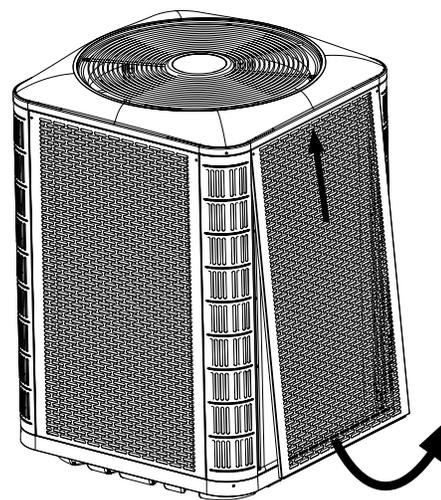
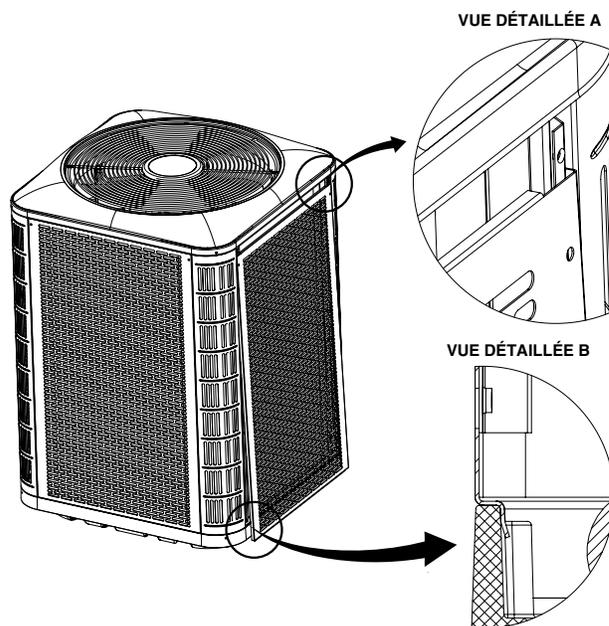

Figure 2. Désassemblage du panneau
Figure 3. Installation du panneau
- Pour accéder aux composants internes de l'appareil, reportez-vous à la Figure 2, \(page 8\) pour désassembler le panneau et la Figure 3, \(page 8\) pour installer le panneau.
2. Glissez le panneau vers le haut et le bac supérieur pour dégager la bride inférieure du bac inférieur. Voyez la Figure 2.
1. Insérez les coins supérieurs des brides latérales du panneau dans les rainures du montant de coin, tel que montré au détail A dans la Figure 3.